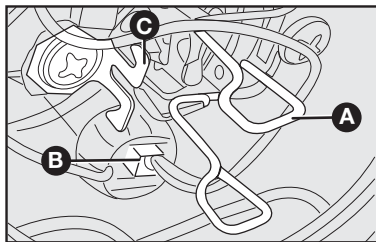

fig. 22
- 2) Soltar o conector **B**—**fig. 22**.
- 3) Apertar para baixo a presilha **A**—**fig. 22**, abrindo-a lateralmente para soltá-la da trava **C**—**fig. 22**.
- 5) Posicionar a nova lâmpada em seu alojamento, reenganchar a presilha de fixação **A**—**fig. 22** e encaixar o conector **B**—**fig. 22**.